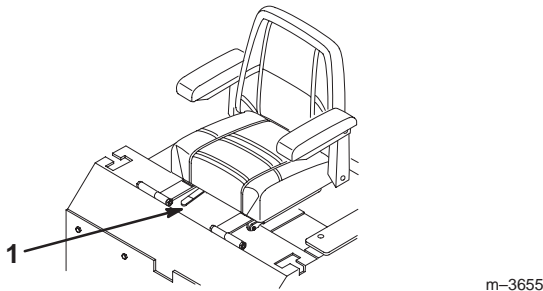

Figure 20
1. Poussez le levier de réglage sur le côté pour débloquer le siège (Fig. 20).